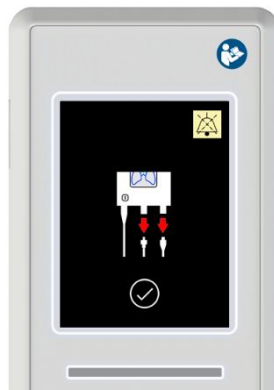

Figure 6: TrachFlush détecte que les tubulures ne sont pas déconnectées
*Si TrachFlush détecte que les tubulures n'ont pas été retirées avant l'autotest, les flèches sont colorées en rouge, comme le montre la figure 6.*